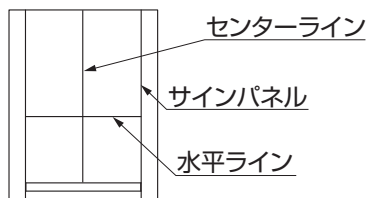

図9-1
- ① サインプレートにあとから消せる物で、センターラインと水平ラインを引いてください。（図9-1参照）